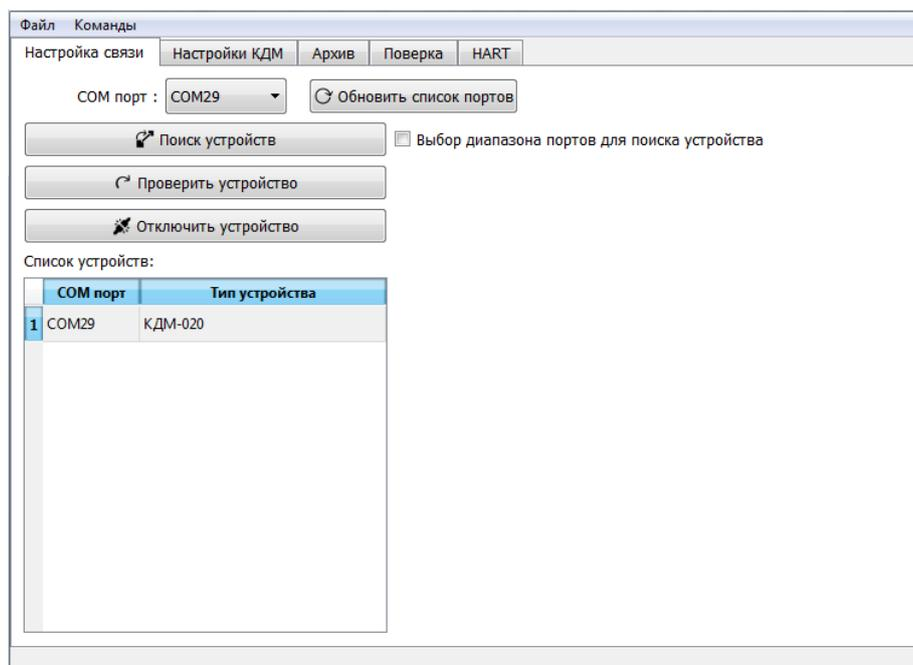

Рис.1 Окно программы при обнаружении прибора в списке устройств
- убедиться в появлении названия калибратора в списке устройств (Рис.1).
13. Вкладка «**Настройки связи**» (Рис.1) предназначена для управления сетевым соединением ПК и калибратора.